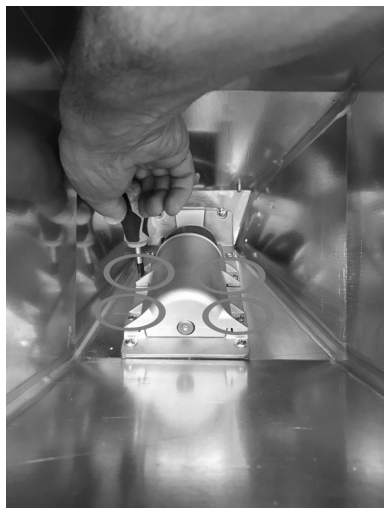

Fig. 78 - Extracción de los tornillos
- Entrar desde el depósito y desenroscar los 4 tornillos de la cobertura del tornillo alimentador (véase **Fig. 78**).